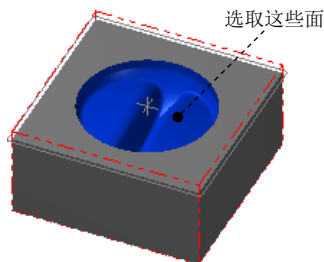

图 4.10 选取加工面
(1) 选取加工面。在图形区中选取图 4.10 所示的所有面（共 36 个面），然后按 Enter 键，系统弹出“刀具路径的曲面选取”对话框。